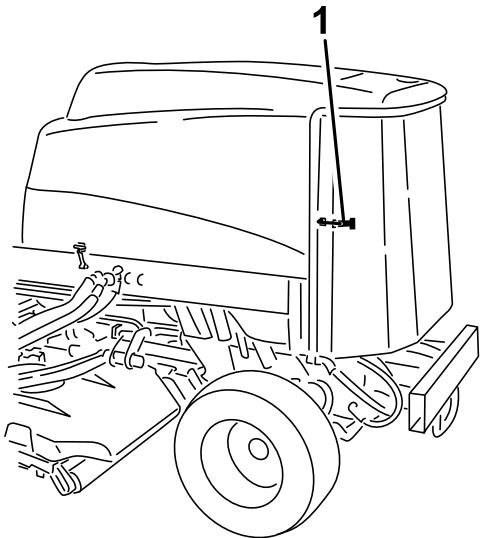

Figura 78
3. Odjistěte a vyklopením otevřete zadní mřížku (Figura 78).